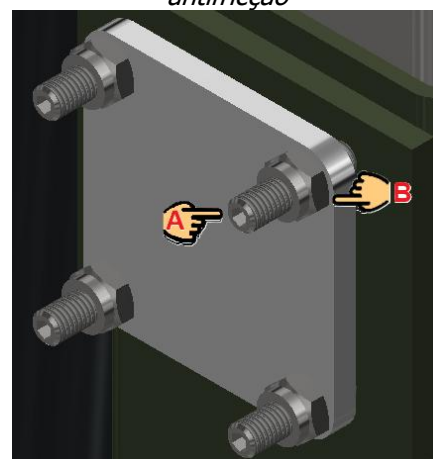

Figura 8.6 – Afinação dos discos antifricção
- Verifique o aperto dos pernos roscados **A** (*Figura 8.6*);